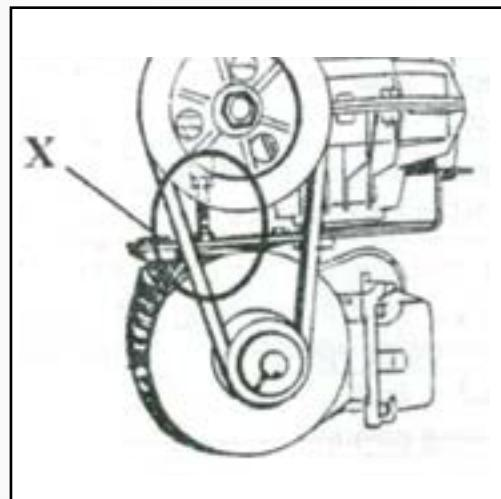

Рисунок 27
- С помощью специального регулировочного болта X отрегулируйте натяжение приводного ремня (рисунок 27).
| Не работает отжимной механизм  | Засорен глушительПовреждены уплотнения цилиндра                                 | Продуйте либо замените глушитель (рис.27)Замените уплотнения  |